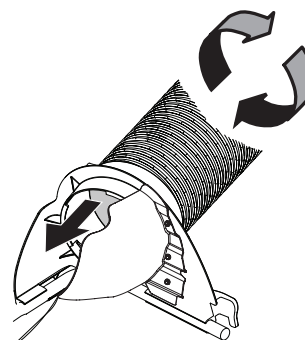

Figure 23
- Vissez la partie supérieure du tube flexible (764-05082) dans le support supérieur de la goulotte. Il y a deux languettes à l'intérieur de la partie inférieure du support pour faire tenir le tube en place. Voir la Figure 23.